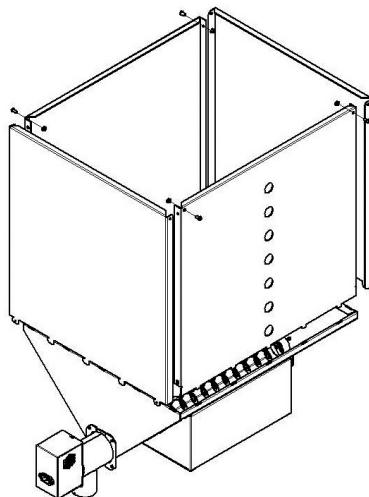

Рисунок 6
8. Переднюю стенку бункера со смотровыми отверстиями установить стороной удобной для визуального контроля уровня топлива. Установите стенку в пазы и зафиксируйте её с боковой стенкой винтовым соединением (M6Х12, шайба и гайка M6), не затягивая гайку до конца (Рис. 6).